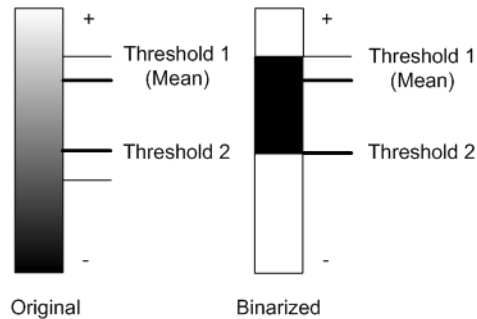

Figure 7-45 Seuils de binarisation
- c) Si la case **2 coup** est cochée, vous pouvez définir deux différents seuils et le composant de binarisation triera les données en fonction des valeurs situées entre ou à l'extérieur des deux seuils (voir la Figure 7-45 à la page 400).